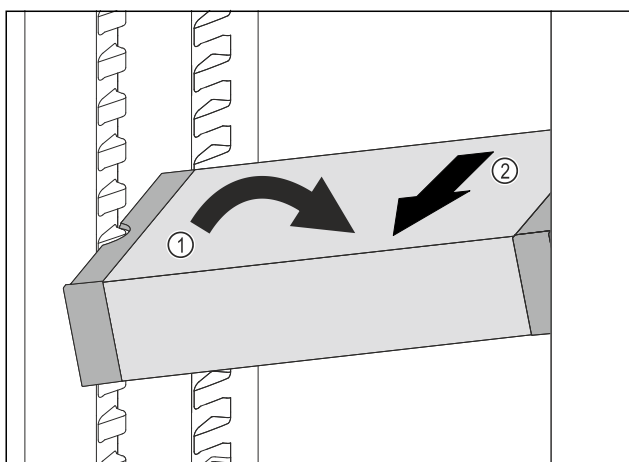

Fig. 217
- Vendosni VarioSafe pjerrtas në pjesën e ftohjes. Fig. 217 (1)
- Hiqni VarioSafe për nga përpara. Fig. 217 (2)